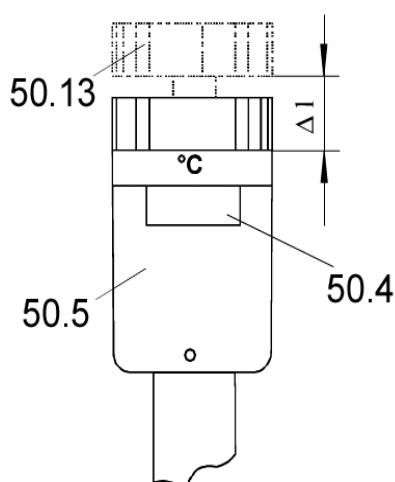

Fig.4:
Cet état est perceptible par le soulèvement du bouton de réglage (pos. 50.13) du corps (pos. 50.5) (Fig.4). Dans ce cas attendre impérativement l'équilibrage de la température, avant de continuer à procéder au réglage. Un déclenchement fréquent du protecteur thermique réduit la longévité du thermostat !